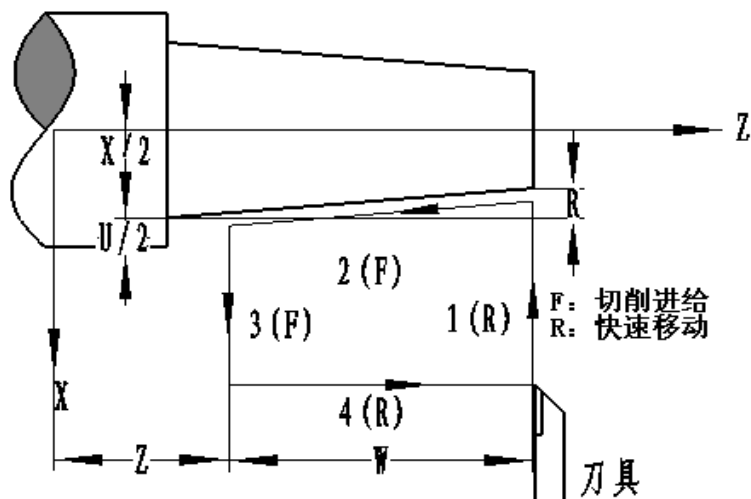

图 2-17
**功能说明:** G90 可实现圆柱面、圆锥面的单一循环加工, 循环完毕后刀具返回起刀点位置 (轨迹 1 的起点), 如图 2-16 和图 2-17。图中 (F) 线段表示切削进给, (R) 线段表示快速移动。